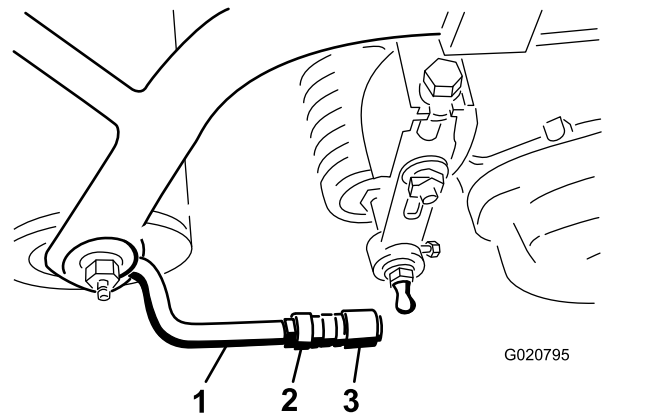

Figure 9
5. Alignez les douilles des rotules de sorte que le côté ouvert soit centré vers la sphère. Serrez les écrous de blocage pour fixer les douilles de rotules en position (Figure 9).